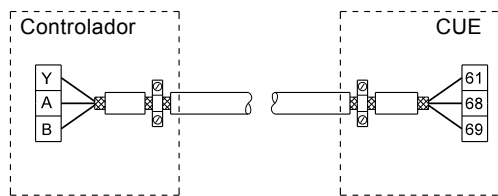
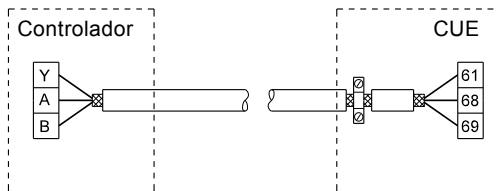

Fig. 40 Ejemplo de conexión de un cable de bus de 3 conductores con pantalla conectada en ambos extremos
Fig. 41 Ejemplo de conexión de un cable de bus de 3 conductores con pantalla conectada en el CUE (controlador sin abrazaderas para cables)
- Conecte la pantalla a masa en ambos extremos tanto para cables de señal como para cables de motor. Véase la fig. 40. Si el controlador no tiene abrazaderas para cables, conecte sólo la pantalla al CUE. Véase la fig. 41.